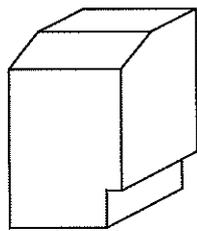

図1. 対象物
5. 図1の対象物を第三角法で作図した場合、投影図とその配置は図2のように示される。